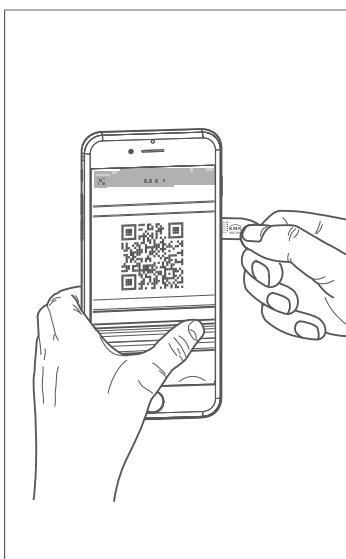
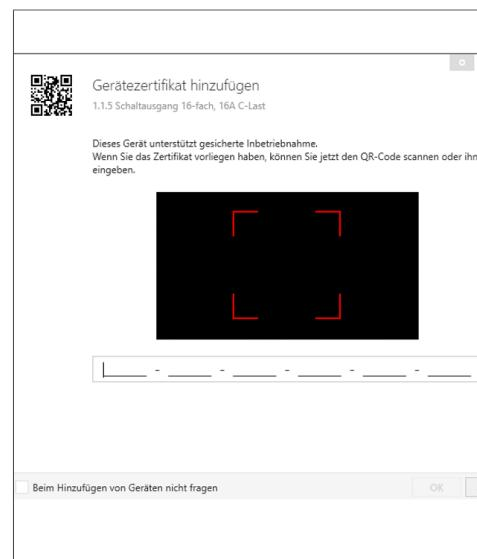

Fig. 10: QR-Code scannen
Fig. 11: QR-Code manuell eingeben
- ① Den sicheren Inbetriebnahmemodus in der ETS aktivieren.
- ② Das Gerätezertifikat (QR-Code) eingeben (Bild 11) oder scannen (Bild 10) bzw. dem Projekt in der ETS hinzufügen.